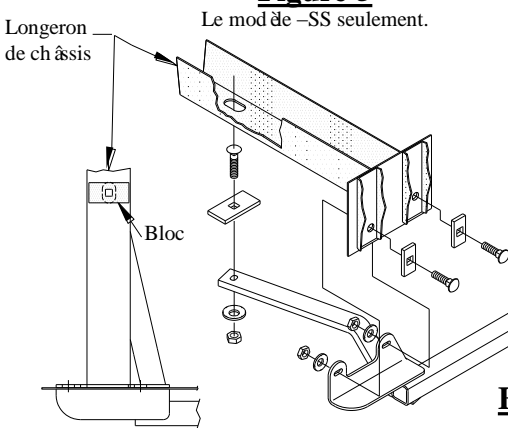

Figure 4
7. À l'aide d'un fil de tirage, acheminer les boulons de carrosserie 1/2 po et les blocs à travers les larges fentes dans le bas des longerons de châssis, comme illustré. Orienter les blocs comme illustré (voir la figure 4). Installer une rondelle conique et un écrou, comme illustré.